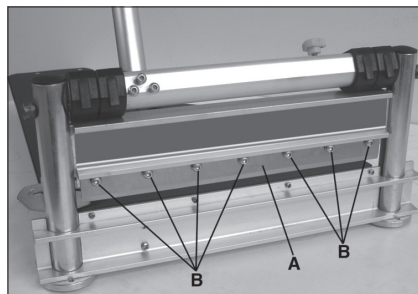

FIGURE 13
1. Para remover la cuchilla (Fig. 13-A), remueva los siete tornillos con cabeza Allen (Fig. 13-B) utilizando la llave hexagonal que le ha sido proporcionada. De manera cuidadosa remueva la cuchilla.